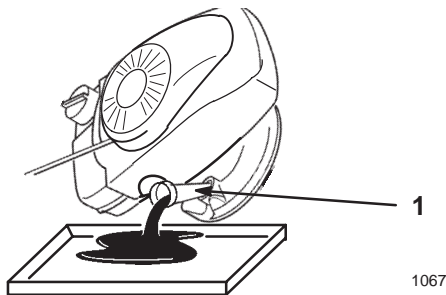

Figure 20
2. Vidangez l'huile par le goulot de remplissage dans un bac de vidange (Fig. 20).